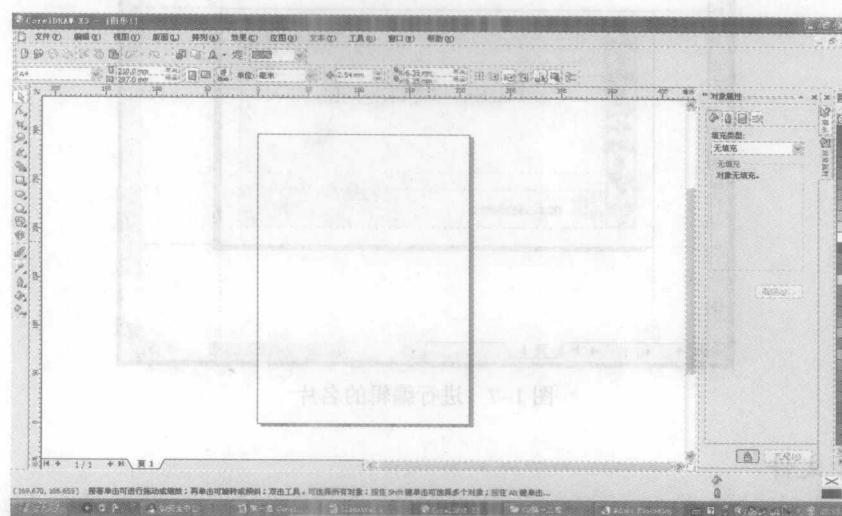

图1-5 新建空白文档
- 启动CorelDRAW X3时，会出现如图1-3所示的欢迎屏幕。单击【新图形】按钮，可以创建一个新文件。默认文件名为“图形1”，如图1-5所示。